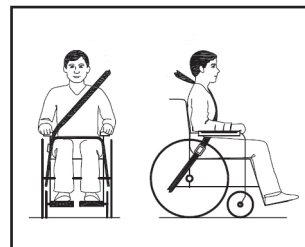

Abbildung 4
- Der Hüftgurt sollte quer über die Vorderseite des Körpers bis zu dem Punkt laufen, an dem Hüfte und Oberschenkel aufeinander treffen, und dabei eng anliegen. Der obere Gurt muss dem Benutzer voll und ganz Unterstützung bieten, wie in Abbildung 4 zu sehen ist.